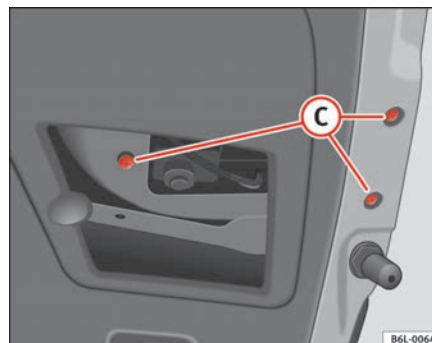

Abb. 162 Rücklicht an der Heckklappe
- Die Schrauben **(C)** ⇒ Seite 235, Abb. 162 herausdrehen und den Stecker abziehen.